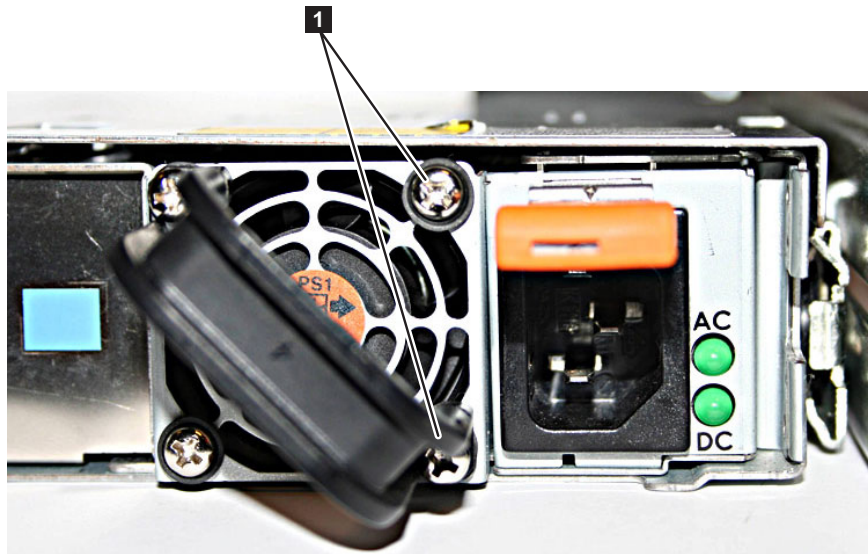

図 18. ケーブル保持ブラケットを取り付ける前の SAN ボリューム・コントローラー 2145-8G4
1. ノードの電源を切断し、電源ケーブルを取り外し、図 18 に示すように、電源機構ファン・ユニットを覆う背面板の右側の 2 つのねじ **1** を緩めて取り外します。